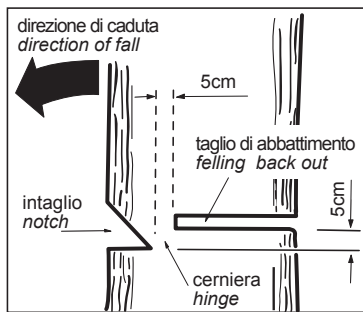

FIG. 1
- Después de la incisión realice el corte verdadero del otro lado del árbol 5 cm arriba de la altura de la incisión (Fig. 1).